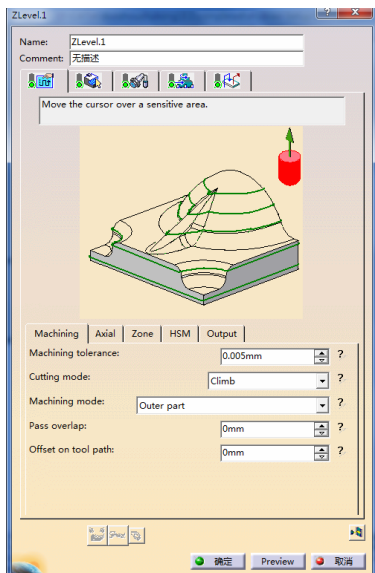

图 3-68 “Machining”选项卡（4）
- 在“Machining”选项卡（4）的“Machine tolerance”文本框中输入“0.05mm”，在“Cutting mode”下拉列表中选择“Climb”选项，如图 3-68 所示。